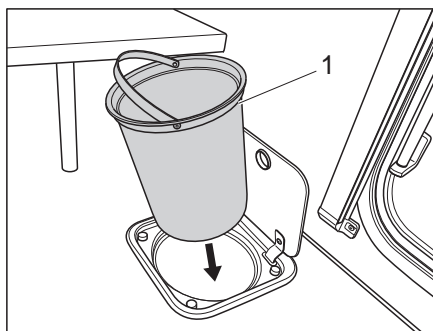

Bild 169 Avfallsbehållare kök
- Haka av avfallsbehållaren (Bild 169,1) och töm enligt gällande föreskrifter.